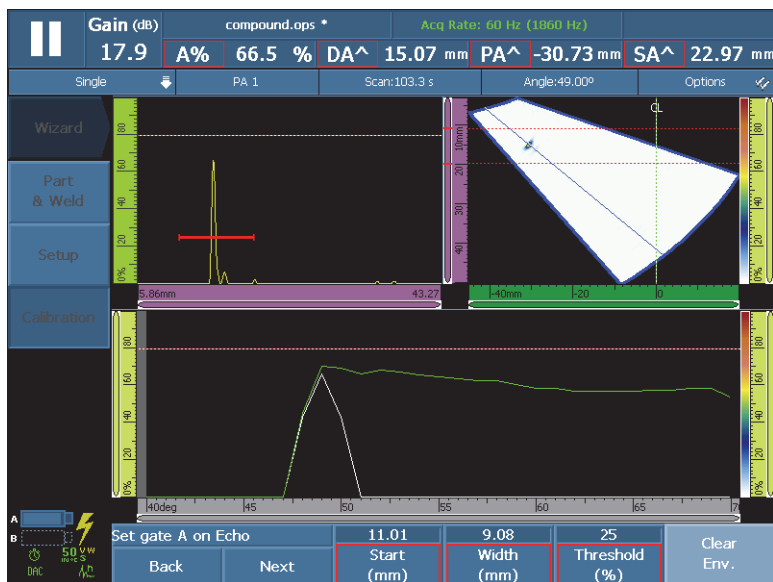

図 5-19 PA グループのエコーにゲート A を設定
- a) **開始位置**および**幅**ボタンで、最初の反射源からの信号が、ゲートの中央でクロスし、信号の幅がゲートの範囲内に入るように、ゲート A の開始位置と幅を入力します (155 ページの図 5-19 の A- スキャンビューを参照)。
- b) 155 ページの図 5-19 の**校正**: DAC に示すように、信号が各開口幅のゲートをクロスするように、**しきい値**を設定します。